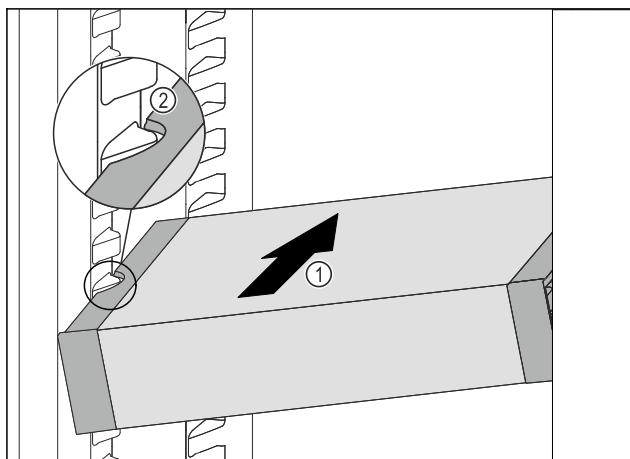

Fig. 88
- ▶ VarioSafe wsunąć ukośnie do chłodziarki Fig. 88 (1), aż boczne wycięcia Fig. 88 (2) VarioSafe będą się znajdować na wysokości żeber pojemnika w chłodziarce.